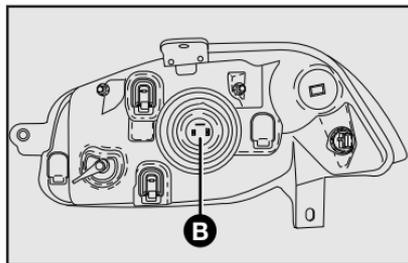

fig. 34
- 2) retirar la tapa plástica **B-fig. 34** para tener acceso a las lámparas;